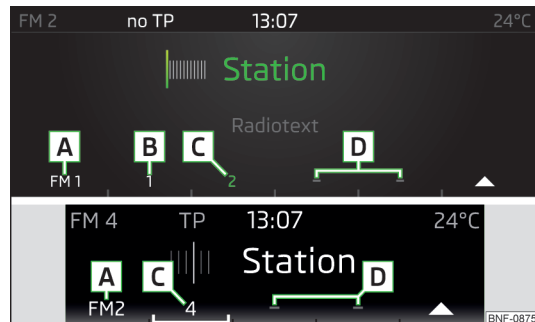

Fig. 99
- Pentru **memorarea postului**, selectați grupa de memorii cu tasta funcțională  » **fig. 99** și mențineți apăsată respectiva tastă de memorare posturi.
Tastele de presetare posturi de radio pentru posturile preferate » fig. 99